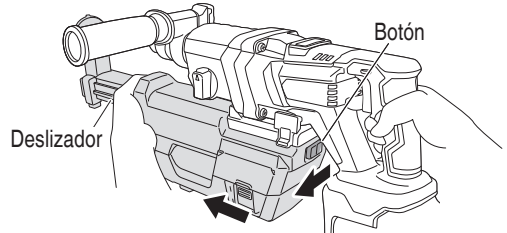

Fig. 7
- (1) Sostenga el deslizador del sistema extractor de polvo con una mano y retire el sistema extractor de polvo con la otra usando el dedo índice para deslizar el botón situado en la parte posterior de la unidad. (Fig. 7)